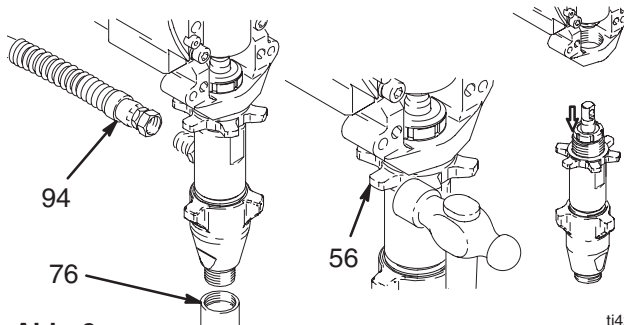

Abb. 9
5. Abb. 9. Saugrohr (76), Schlauch (94) und alle Unterlegscheiben und O-Ringe entfernen.
6. Die Gegenmutter (56) der Pumpe lösen. Die Pumpe abschrauben.
2. Den Pumpenstift (44) anbringen. Überprüfen, ob die Haltefeder (43) in der Nut der Verbindungsstange (85) sitzt.
5. Abb. 9. Unterlegscheiben, O-Ringe und Saugrohr (76) und Schlauch (94) anbringen.